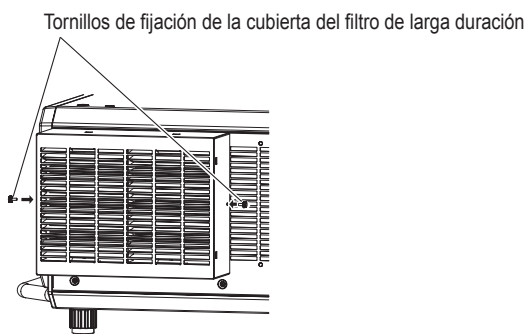

Figura 2
2) Fije la cubierta para filtro de larga duración. (Figura 2)